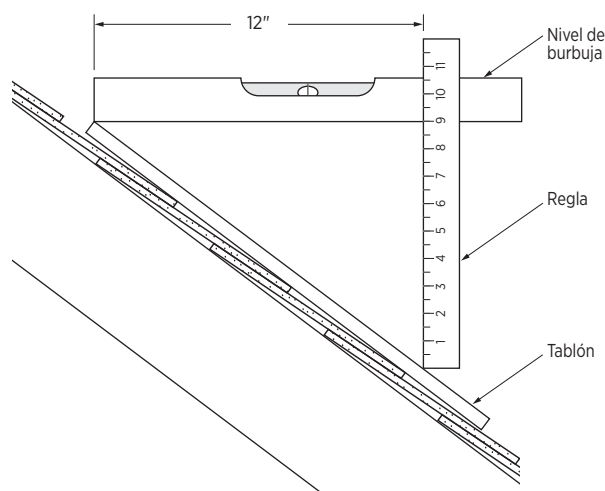

Figura 3-6: Pendiente de 9/12.
**EN EL TECHO:** Este método utiliza herramientas simples: una tabla plana, un nivel de burbuja y una regla (Figura 3-6).